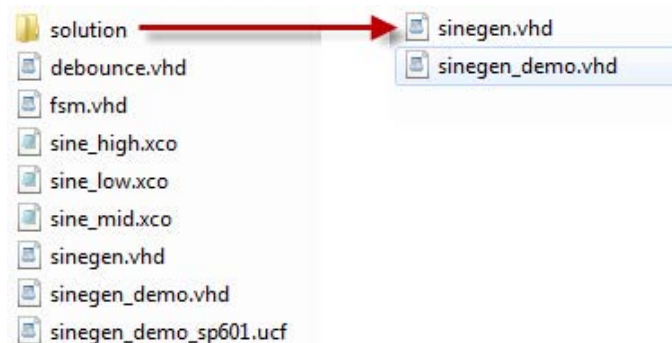

図 2 : チュートリアル デザインのファイル セット
4. 解凍したら、ChipScope_PlanAhead/PlanAhead_Tutorial/Sources/chipscope/pa_cs_tutorial/src は図 2 のようになります。